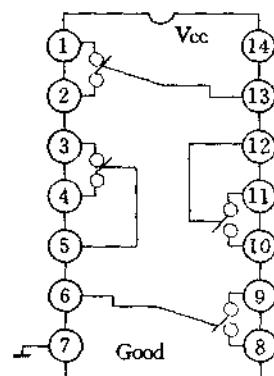

图 3 LC4066B 内部等效电路
LC4066B 为集成式的模拟开关电路, 其内部等效为 4 路单刀单掷开关, 其 (5)、(6)、(12)、(13) 脚为相应的四个控制端。当这 4 个控制端为高电平时, 相应的开关闭合; 控制端为低电平时, 相应开关断开。LC4066B 内部等效电路如图 3, 表 8 为引脚功能及检修参数。